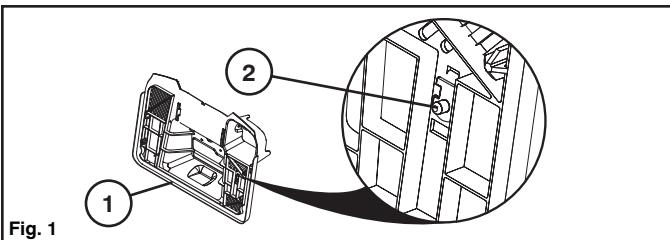

Fig. 1
- Identificeer, terwijl u achter de tractor staat en de opvangbak van de achterplaat (1) is gehaald, het schakelgebied (2) voor een volle bak. (Zie Fig. 1)